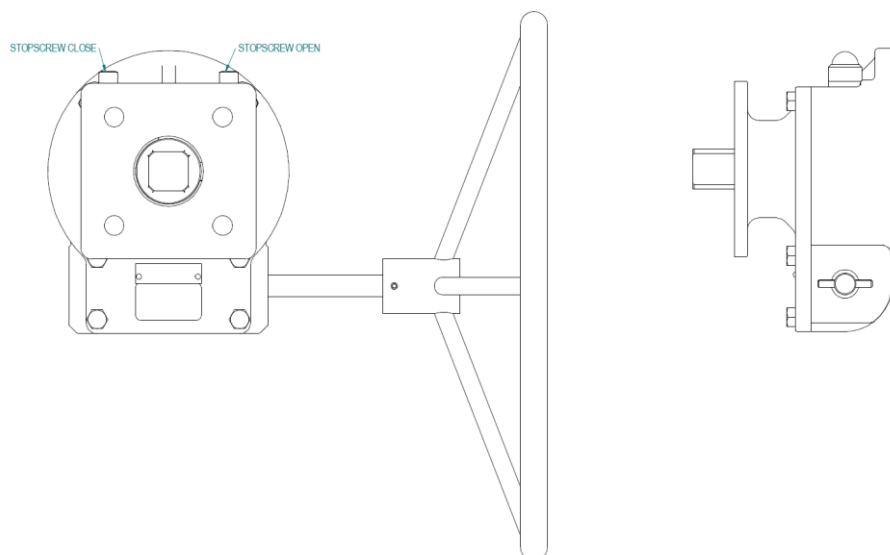

Рис. 10: Регулировка стопорных болтов левостороннего редуктора ILG/S
5. Поверните штурвал против часовой стрелки для расположения редуктора (и арматуры) в полностью открытое положение. Если состояние «полностью открыто» не достигается, ослабьте стопорный болт открытия (см. рисунок 10) и проверьте настройку ограничителя хода привода. Продолжайте вращать штурвал до полного открытия арматуры.
8. Привод должен вернуть (арматуру) в полностью закрытое положение. Если состояние «полностью открыто» не достигается, ослабьте стопорный болт закрытия (см. рисунок 10) и проверьте настройку ограничителя хода привода.